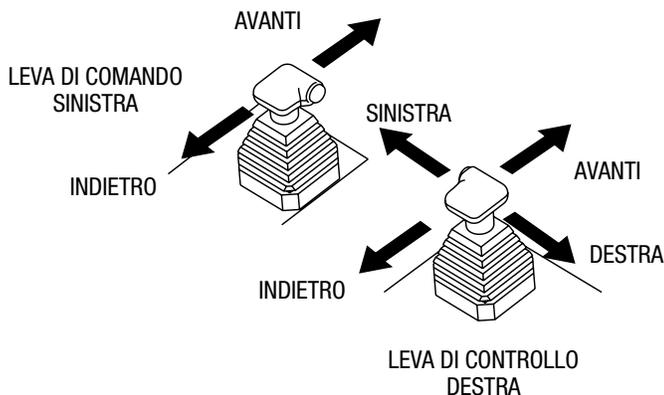

Figura 11. Leve di controllo destra e sinistra
Le due leve (figura 11) posizionate a sinistra e a destra del sedile dell'operatore consentono di avere il controllo direzionale della levigatrice a motore HHX. La tabella 3 illustra le diverse posizioni direzionali delle leve e il loro effetto sulla levigatrice con operatore a bordo.
- Spingere in avanti la leva destra e sinistra. Vedere figura 11.